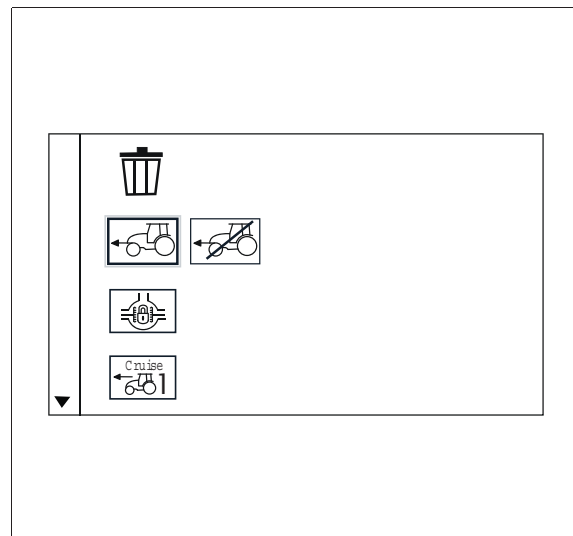

Fig. 8.
1. Vuelva a la vista de modificación de programas fig. 8.